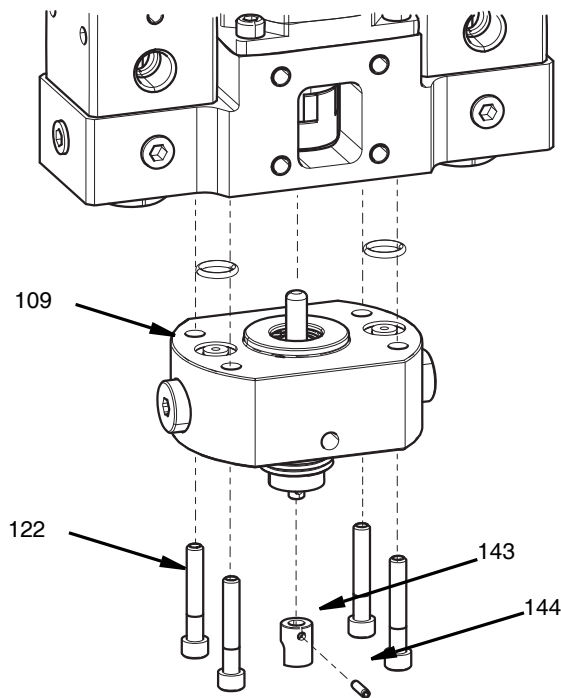
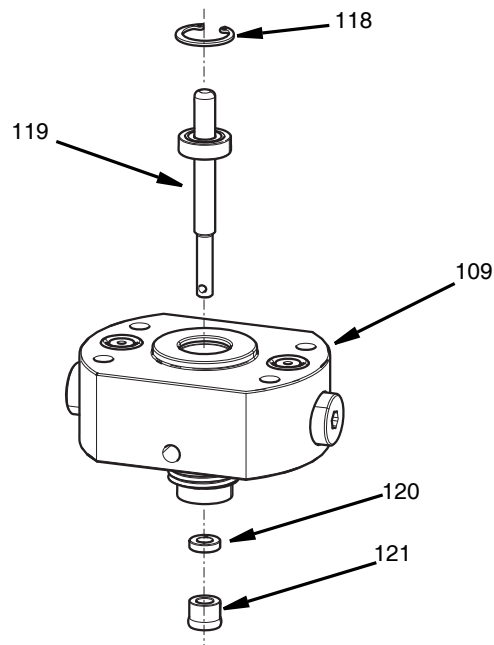

FIG. 32
FIG. 33
4. Retire os quatro parafusos M5 (122) com uma chave sextavada de 4 mm.
5. Remova o bocal da válvula de verificação (109) e os O-rings (108).
6. Pressione o pino (144) do adaptador do misturador (143) a partir da extremidade do conjunto do eixo do rolamento (119).
7. Remova o adaptador do misturador (143). Consulte a FIG. 32.
8. Retire o anel de retenção (118) mantendo o conjunto do eixo de rolamento no lugar.
9. Puxe o conjunto do eixo de rolamento (119) para fora do bocal da válvula de verificação (109).
10. Empurre o vedante rotativo (121) e o anel de reserva (120) para fora do bocal da válvula de verificação usando um pino de 6 mm (1/4 in.) Ver FIG. 33.
1. Instale o conjunto do eixo de rolamento (119) na secção do bocal (109).
3. Insira o anel de vedação de reserva (120) centrado no conjunto do eixo de rolamento e no bocal da válvula de verificação.
7. Substitua os dois o-rings (108) na parte superior do bocal da válvula de verificação.
9. Aperte o parafuso de aperto no acoplamento rotativo (127) para o fixar ao conjunto do eixo de rolamento utilizando uma chave sextavada de 2,5mm.
10. Instale a tampa do acoplamento com os quatro parafusos M6 - 1,0 x 10 em frente ao suporte de montagem fornecido pelo cliente. Aperte com um binário de 50 pol-lbs (13 N•m) Consulte FIG. 32 e FIG. 33 para a montagem.
- Para aceder, remova e repare o eixo de rolamento, siga os passos 1 a 8 na secção de desmontagem **Reparação do vedante rotativo**, começando na página 40. FIG. 15 página 17, FIG. 32 e FIG. 33 página 40.
- Para instalar o eixo de rolamento após reparação, siga os passos 1 a 8 na secção de montagem **Reparação do vedante rotativo** a partir da página 40. Consulte FIG. 15 página 17, FIG. 32 e FIG. 33 página 40.
2. Pressione o pino (144) para fora do adaptador misturador (143).
3. Remova o adaptador do misturador (143). Consulte a FIG. 32, página 40.
1. Utilizando novas peças, instale o adaptador misturador (143) no eixo do misturador (119).
3. Pressione o pino (144) para dentro do buraco.
4. Certifique-se de que o pino está pressionado até ao fundo e não sobressai de nenhum dos lados do adaptador do misturador. Consulte a FIG. 32, página 40.